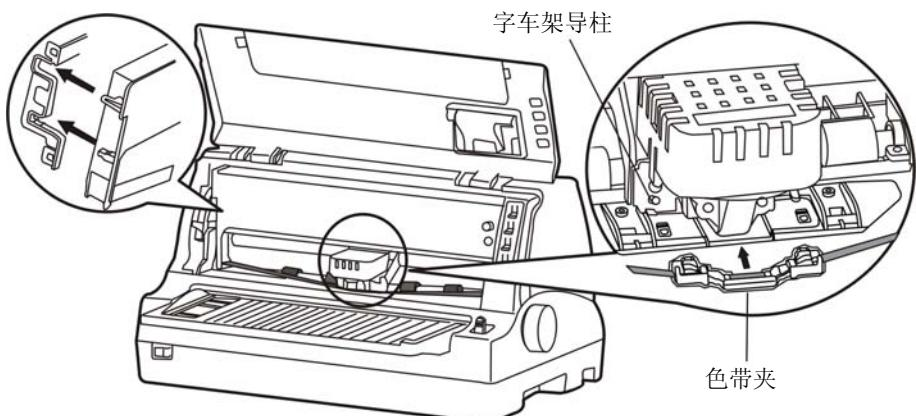

图 2-10 安装色带盒
6. 如图 2-10 所示, 抓住色带盒的两边, 使色带盒两边的卡扣对准打印机两侧的安装槽, 稍用力向前推进, 直到完全卡到位。然后将色带夹上的两个圆孔对准字车架上的两个导柱, 按压到位。
7. 确保色带芯无皱折, 再按照色带盒上箭头方向, 转动色带盒旋钮, 缆紧色带芯 (如图 2-10 所示)。